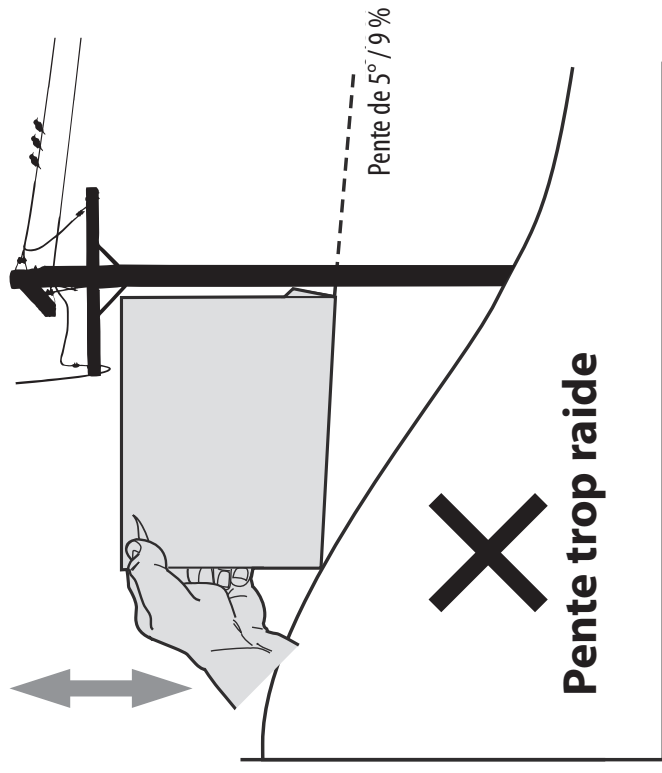

Figure 2
4. Si le coin droit ne touche pas le sol lui aussi, c'est que la pente est trop raide (voir Figure 2).